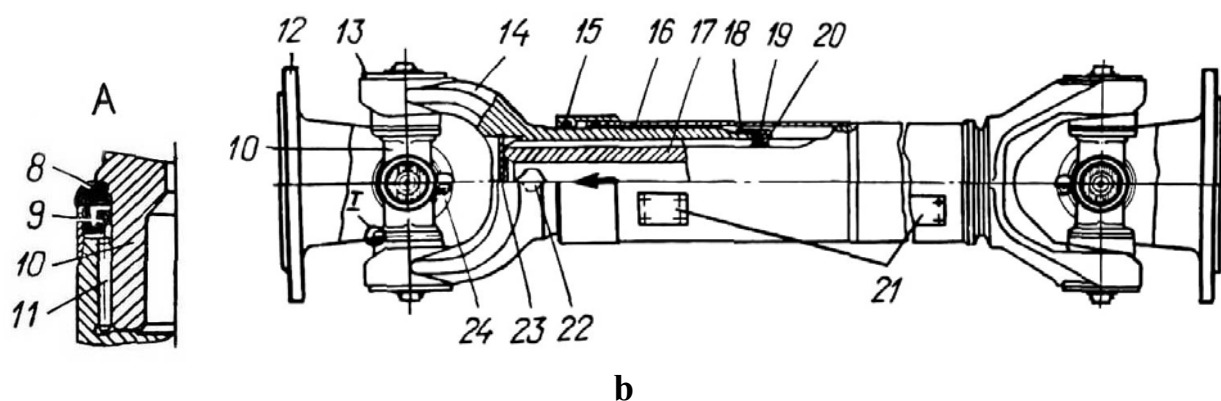
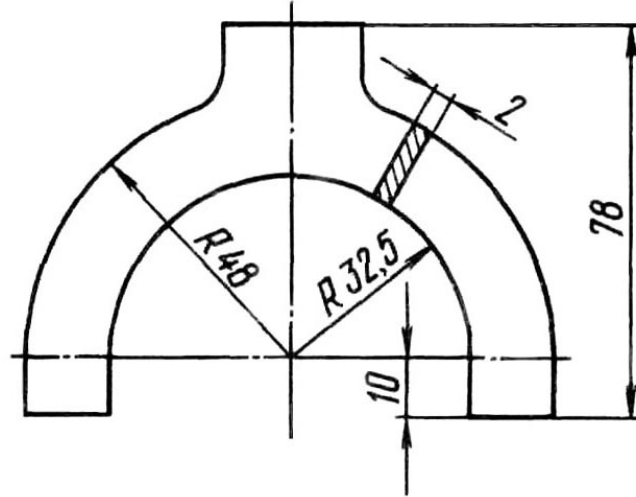

Рис.21. Карданные валы:
Рис.24. Технологическая разрезная скоба
Устройство карданных валов показано на рис.21. Карданные валы автомобиля состоят из тонкостенных труб, к одному концу которых приварена неподвижная вилка шарнира, а к другому – шлицевой конец вала, соединенный со скользящей вилкой.
1. Разъедините скользящую вилку 14 (см. рис.21) и вал 17, выверните пробку 22 скользящей вилки.
Поверхность шлиц и внутреннюю полость шлицевого конца вала смажьте, а внутреннюю полость скользящей вилки и полость защитной трубы заполните графитной смазкой УСсА. Масленку 22 (см. рис.21) (пробку) скользящей вилки заворачивайте при полностью вдвинутом шлицевом конце.
- установите на шлицевой конец вала последовательно: разрезную технологическую скобу (рис.24) обойму 18 (см. рис.21) манжеты, упорное кольцо 20, уплотнительное кольцо 19 вилки и скользящую вилку 14;